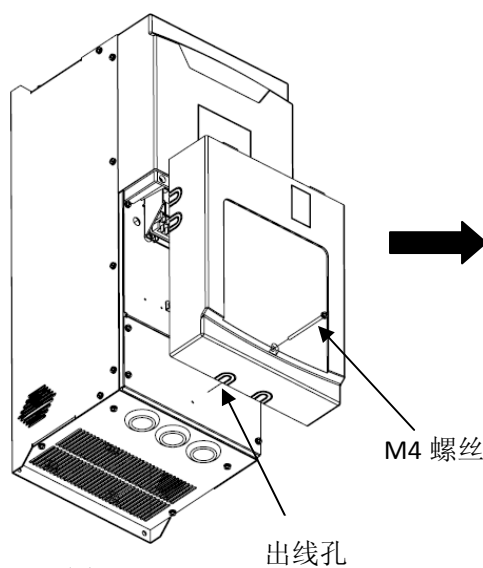

图 5
- 1、拧下 M4 螺丝，轻轻下拉既可卸下下盖板（图 5）。